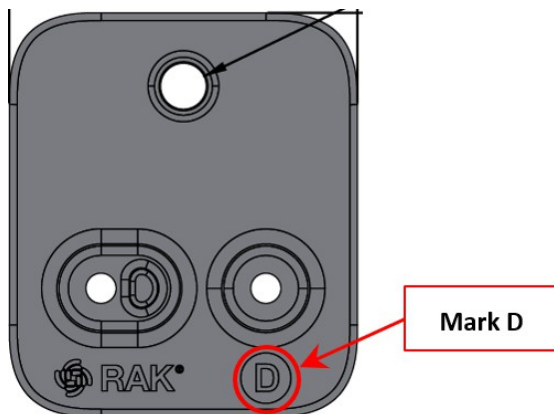

Abbildung 16: Mit dem Buchstaben D gekennzeichnetes Befestigungszubehör
1. Verwenden Sie für die Wandmontage zwei (2) Befestigungszubehöriteile mit der Kennzeichnung „D“, wie in **Abbildung 16**